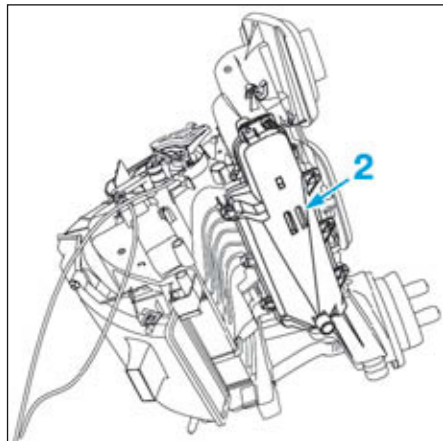

FIG.9
- Déposer le cache en plastique inférieur (2) (Fig.9).